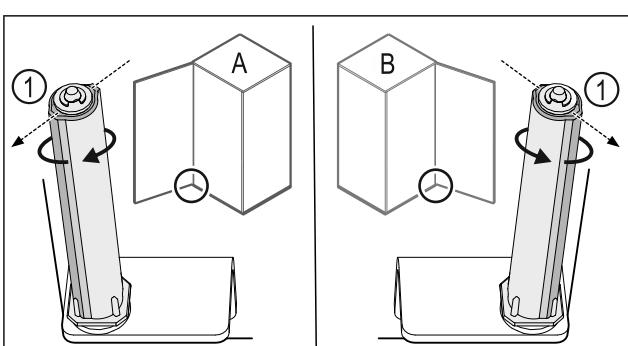

Fig. 50 Μεντεσέδες αριστερά (Α) / Μεντεσέδες δεξιά (Β)
- Περιστρέψτε το σύστημα κλεισίματος κόντρα στην αντίσταση, μέχρι ο κορμός του συστήματος κλεισίματος Fig. 50 (1) να είναι στραμμένος προς τα έξω.